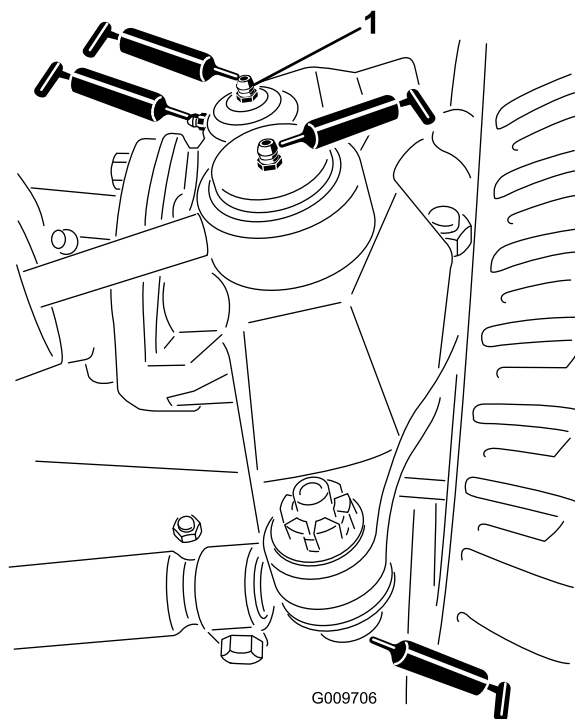

Figura 76
- Articulaciones esféricas de cilindro de dirección (2) tal y como se muestra en la Figura 76
- Articulaciones esféricas de biela (2) tal y como se muestra en la Figura 76
- Casquillos de pivote de dirección (2) tal y como se muestra en la Figura 76